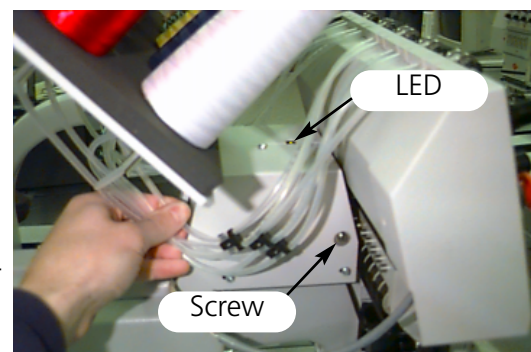

Abbildung 6-1
1. Sehen Sie nach, wo sich die Stellschraube der Farbwechselnocke befindet (es ist eine Senkkopfschraube). An der EMT 10T ist sie auf der linken Seite des Kopfes (wenn Sie vor der Maschine stehen) hinter dem Nadelgehäuse. An der EMT 10/4 und 10/4T ist auf der rechten Seite des Kopfes #1 (Sie befinden sich vor der Maschine) hinter dem Nadelgehäuse. Abb. 6-1 zeigt die Stellen an der EMT 10T. Die LED und die Schraube befinden sich an der EMT 10/4 oder 10/4T an den gleichen Stellen hinter Kopf #1.